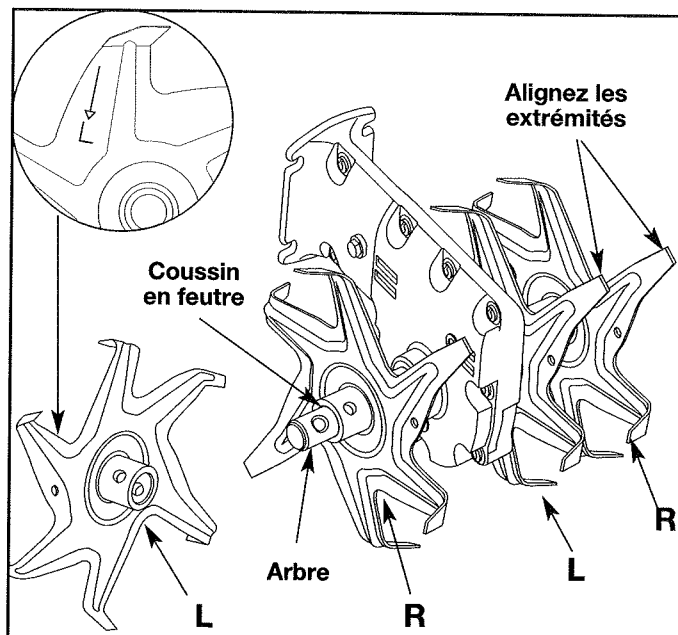

Fig. 22
7. Assurez-vous que les extrémités des dents sont alignées dans le même sens avant de replacer les axes à épaulement et leurs fixations (Fig. 22).